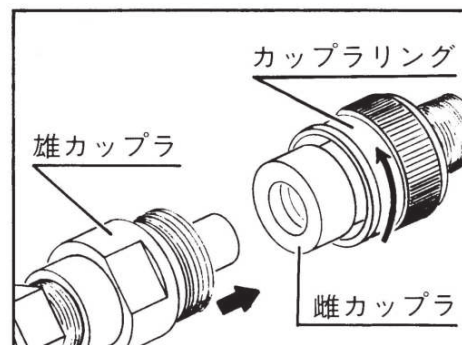

図1
1. ホース先端の雄カップラをポンプの雌カップラに挿入し、カップラリングを確実に締付けます。(図1)